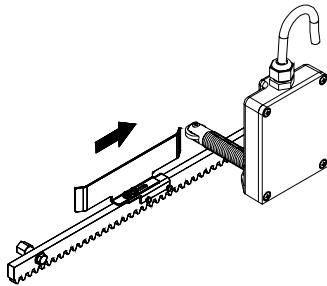

Fig.19
- 5) Fare scorrere il lamierino sulla cremagliera nel senso d'apertura (Fig.19). Appena il led del finecorsa di apertura presente sull'apparecchiatura elettronica si spegne, fare avanzare il lamierino di circa 20-30 mm e fissarlo provvisoriamente sulla cremagliera con le viti in dotazione.